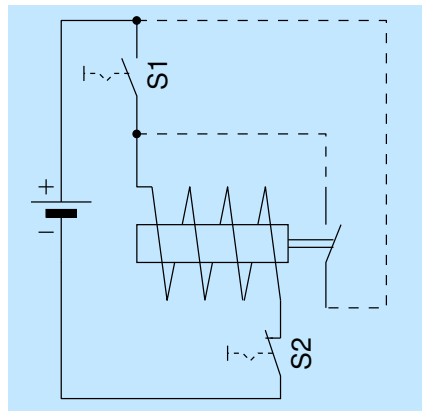

Abbildung 12: Statisches RAM (SRAM), Prinzip
4.4.4.1 SRAM Statisches RAM funktioniert nach dem Prinzip der Selbsthaltung. Jede Speicherzelle bildet ein sogenanntes Flip-Flop. Man kann sich das so vorstellen wie in Abbildung 12.